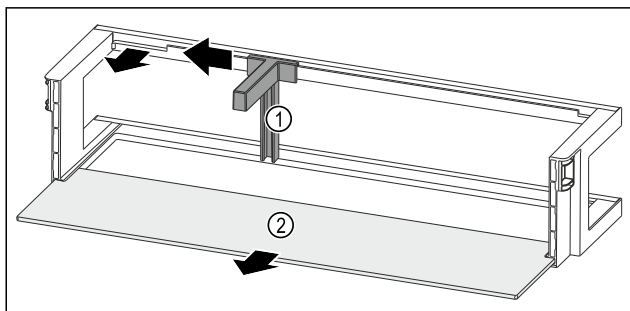

Fig. 82 Dørhylde med flaskeholder og hylde
- Skub flaskeholderen Fig. 82 (1) til siden indtil udsparringen.
- Tag flaskeholderen Fig. 82 (1) ud.
- Tag hylden Fig. 82 (2) ud.